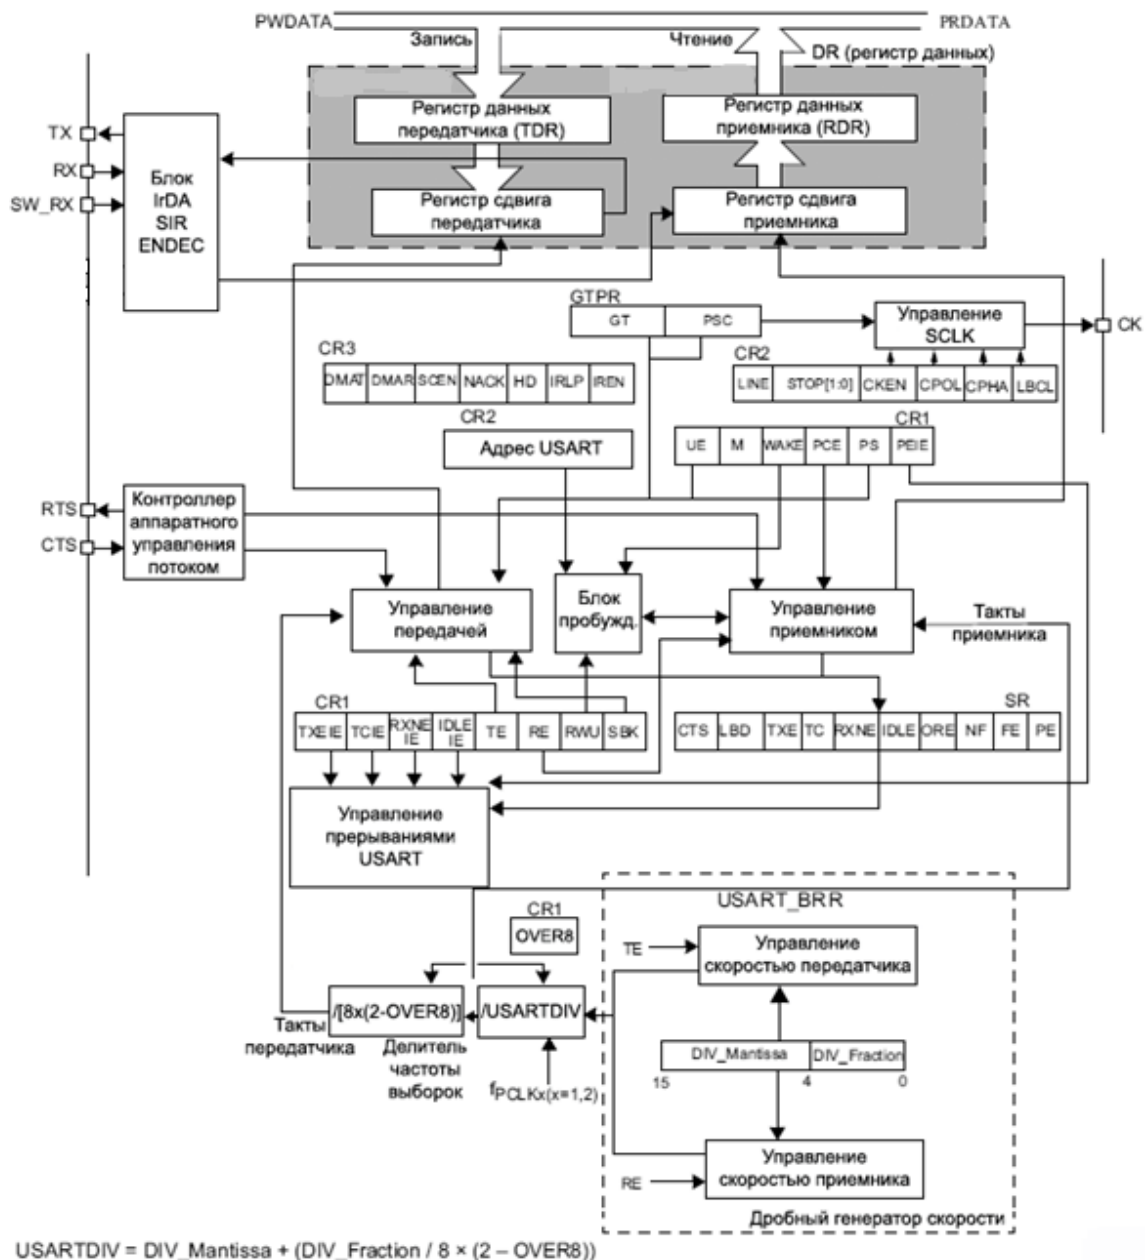

Рисунок 115 – Блок схема USART
Интерфейс подключается к внешним приборам при помощи трех выводов (см. рисунок 115). Любая двунаправленная передача данных USART требует минимум два вывода: вход для данных (RX) и выход для передачи данных (TX):
Во время передачи USART данные сдвигаются на вывод TX, младший значащий бит (LSB) идет первым. В данном режиме, регистр USART\_DR состоит из буфера (TDR) между внутренней шиной и регистром сдвига передачи (см. рисунок 115).